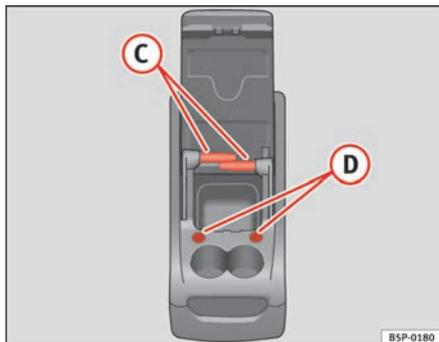

Fig. 115 Rangement mobile. Fonctions
Pour utiliser la table (C) ⇒ page 153, fig. 115, il faut l'extraire de son logement sur le côté du rangement mobile et la placer dans son logement (D) ⇒ page 153, fig. 115 sur la partie frontale du rangement mobile.